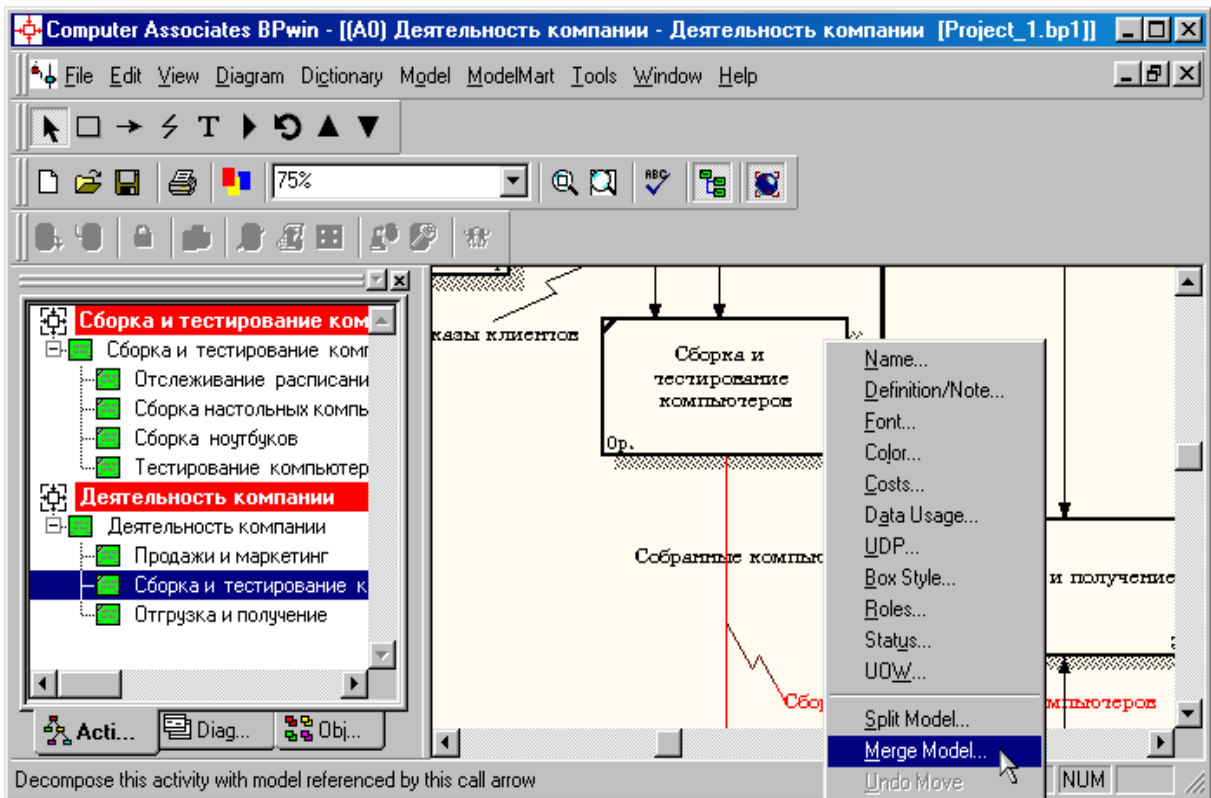

Рисунок 1.42 – Пункт контекстного меню **Merge model**
2. Правой кнопкой мыши щелкните по работе «Сборка и тестирование компьютеров» и выберите в контекстном меню опцию **Merge model** (рисунок 1.42).